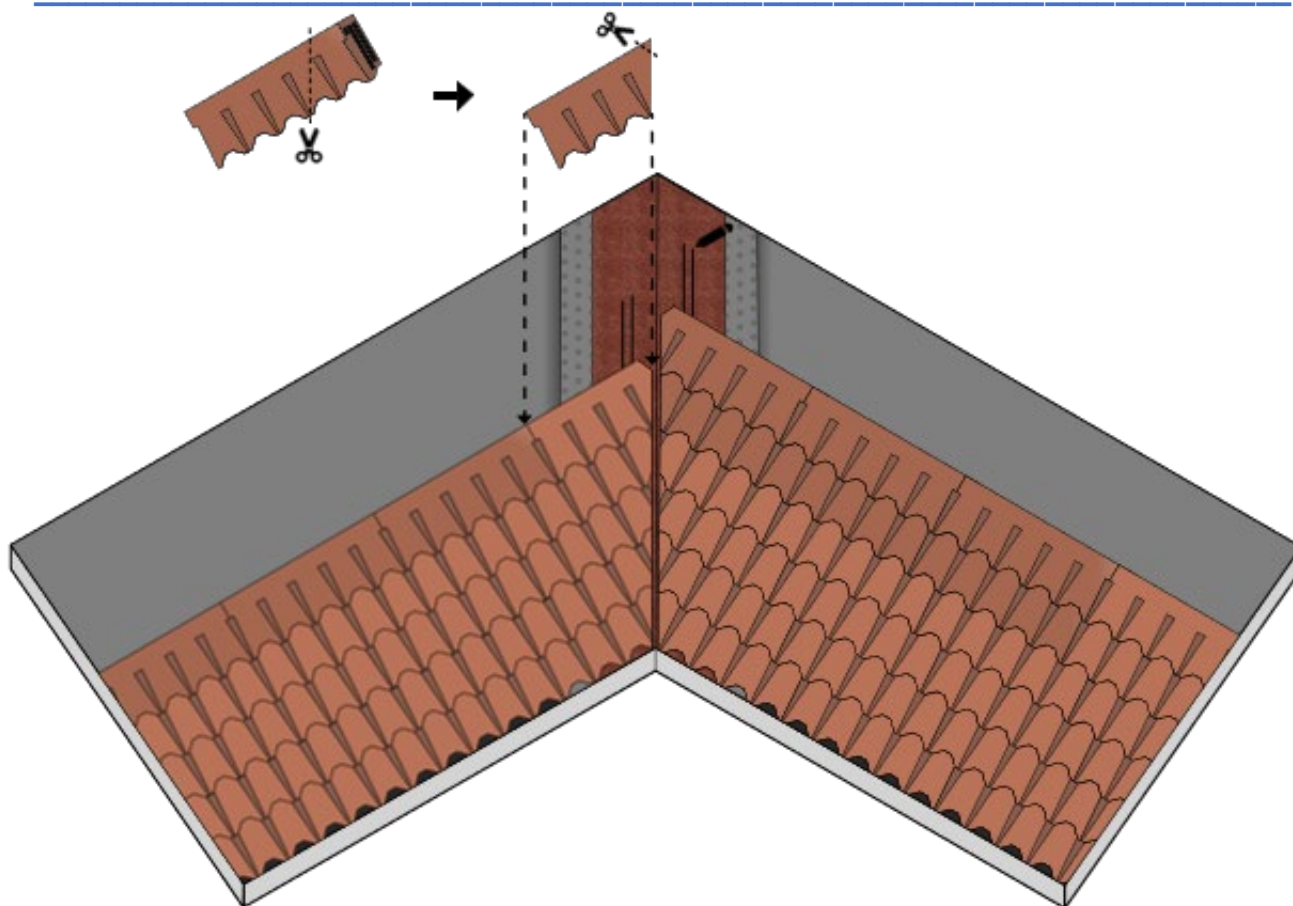

Fig. 27 - Installazione a fiamma delle tegole sul compluvio - opzione 1
- Per quanto riguarda i compluvi, la prima opzione è di realizzare gli stessi con un doppio strato di membrana bituminosa. In questo caso, posare sul compluvio una fascia di membrana bituminosa (tipo Safety EPP) di almeno 3mm di spessore e di larghezza 100 cm, per assicurare l'impermeabilizzazione del compluvio. Sopra, posare sempre in mezzeria del compluvio, una membrana bituminosa con superficie granigliata (tipo Safety EAP), di almeno 4mm di spessore e circa 60 cm di larghezza. Posare quindi la fila di partenza e le tegole della prima falda, fino alla linea di compluvio, tagliandole a 3 cm e parallelamente alla linea di compluvio. Fissare le tegole a fiamma sopra alla Safety EPP, sempre scaldando la membrana e non l'elemento tegola, e con due strisce di Bitustick sopra alla Safety EAP - Fig. 27. È consigliabile inoltre tagliare trasversalmente lo spigolo superiore della tegola al compluvio, in modo da convogliare l'acqua discendente lungo l'asse del compluvio. Ripetere la stessa procedura anche per la seconda falda. Alla fine, dovrà risultare un canale tra le tegole sulla linea di compluvio, dove l'acqua scorrerà in via preferenziale - Fig. 27.